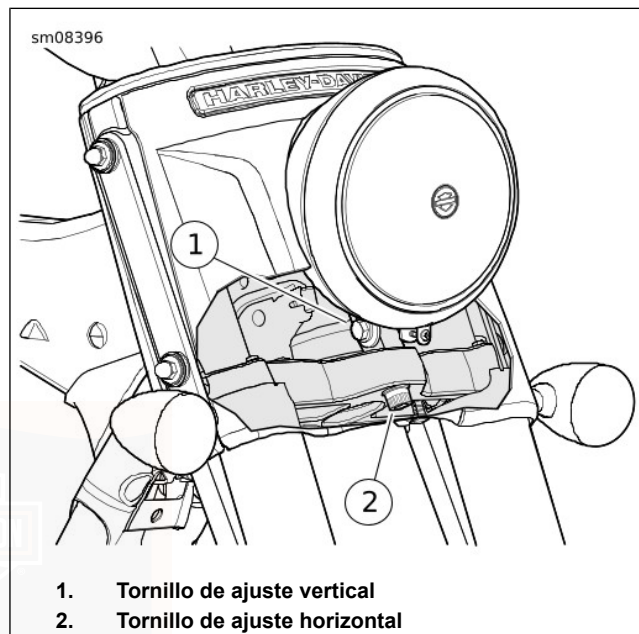

Figura 79. Ajuste del faro delantero: FLRT
2. Vea Figura 79. Afloje el tornillo de ajuste horizontal (2). Incline el faro delantero hacia la izquierda o hacia la derecha para dirigir el haz de luz directamente hacia adelante.
3. Apriete el tornillo (2) de ajuste horizontal a 40,7–47,5 N·m (30–35 ft-lbs).
4. Afloje el tornillo de ajuste vertical (1). Incline el faro delantero hacia arriba o abajo hasta que el punto central del haz de luz se ubique sobre la intersección de las líneas.
5. Apriete el tornillo de ajuste vertical (1) a 47,5–61 N·m (35–45 ft-lbs).